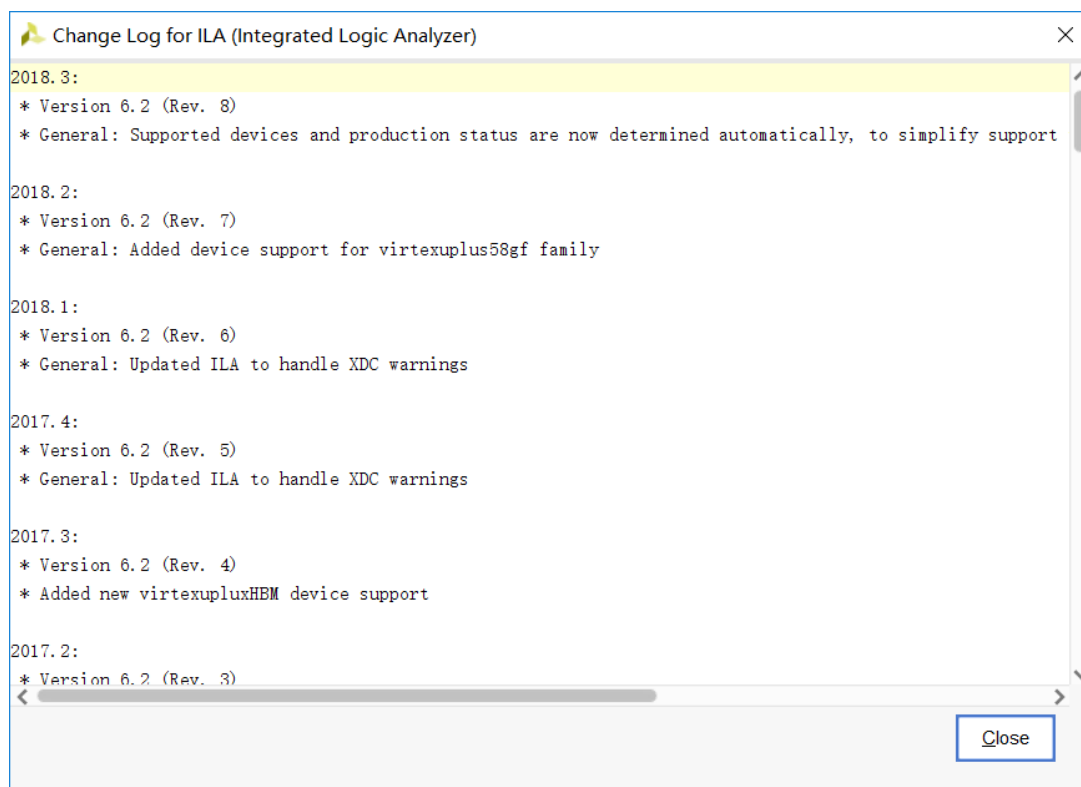

图 1.2-7 ILA IP 更新记录
①Product Guide 是 IP 手册查看入口，点击可自动跳转到 Xilinx 官方文档 DocNav 软件该 IP 手册的界面（前提是有安装 DocNav）；
②Change Log 是 IP 版本更新记录，点击可以看到如图 1.2-7 所示的 ILA IP 更新记录。